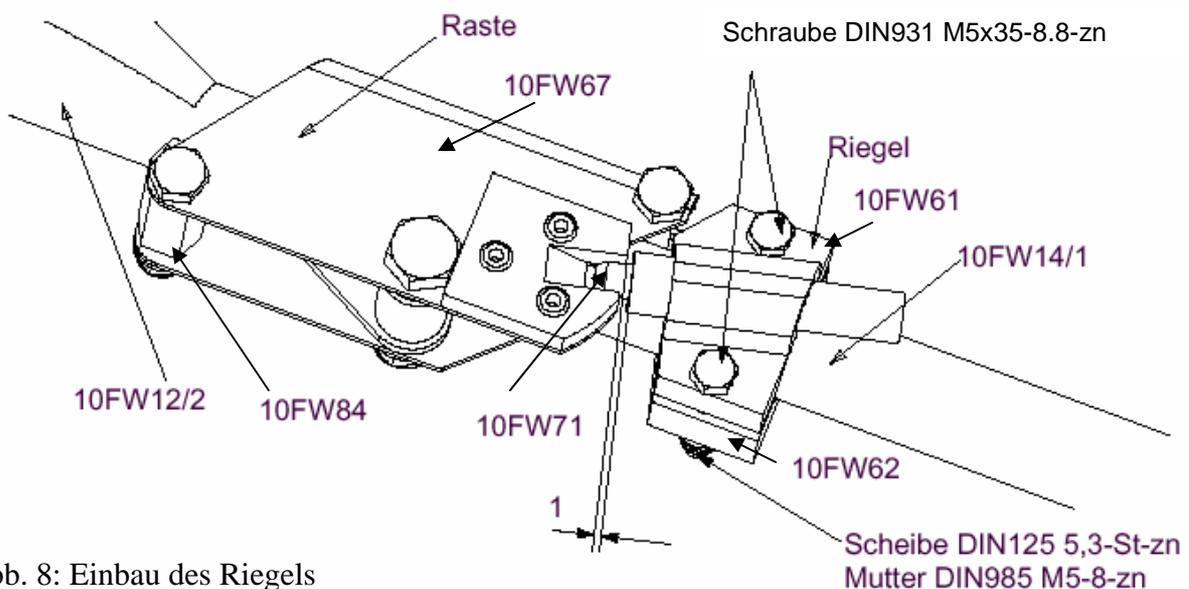

Abb. 8: Einbau des Riegels
15. Den Riegel, bestehend aus den beiden Teilen der Rohrschelle 10FW61 und 10FW62 an Teil 10FW14/1 anbauen (Abb. 8). Verriegelungsbolzen 10FW71 mit eingepresstem Bowdenzug und die Druckfeder in das Riegelgehäuse einführen. Zug mit einer Klemme sichern, so dass der Bolzen nicht heraus fällt.
Wichtig: Zwischen der Raste und dem Riegelgehäuse solle ein Spalt von ca. 1 mm vorhanden sein, siehe Abb. 8.
3. Stellschraube in 10FW74 einbauen. Bowdenzug durch die Stellschraube einziehen und die Bowdenzughülle in die Stellschraube einstecken. Nicopressklemme 28-1-C auf den Zug aufschieben. Den Zug um die Kausche legen und durch die Nicopressklemme so weit anziehen, dass der Zug stramm ist, ohne dass der Verriegelungsbolzen 10FW71 (s. Abb. 8) betätigt wird. Stellung markieren. Schraube mit der die Kausche an der Betätigungseinheit befestigt ist lösen, Einstellschraube lösen, Bowdenzug mit Kausche ausbauen und soweit nach oben ziehen, dass die Nikopressklemme verpresst werden kann.
5. Den Zug mit der Stellschraube so einstellen, dass der Verriegelungsbolzen beim Einfahren des Fahrwerks entriegelt. Der Abstand von 1mm in Abb. 8 gilt auch für den entriegelten Verriegelungsbolzen. Den Zug nicht zu stramm einstellen!